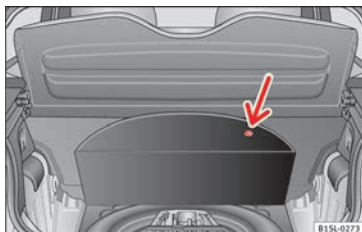

Fig. 122 Nel bagagliaio: rivestimento del pavimento sollevato.
Gli attrezzi di bordo, la ruota di scorta, il ruotino o il kit per la riparazione degli pneumatici si trovano nel sottofondo del bagagliaio » **fig. 122**.
- Sollevare il rivestimento per l'incavo (freccia) » **fig. 122**.